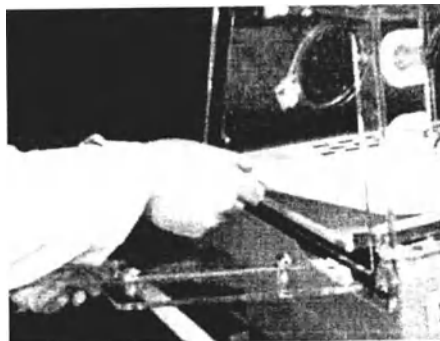

Рисунок 58
3.6.4 Открыть торцевой откидной люк и извлечь матрас (рисунок 58).